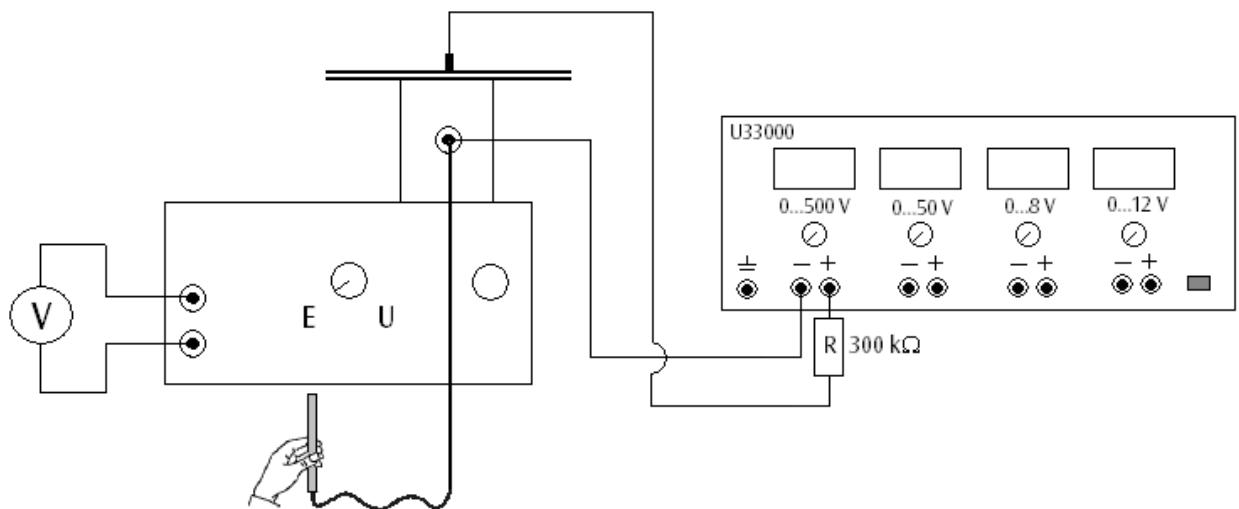

Fig. 2 Determinação da intensidade de campo de um condensador de placas.
- Elaborar montagem para experiência conf. Fig. 2.